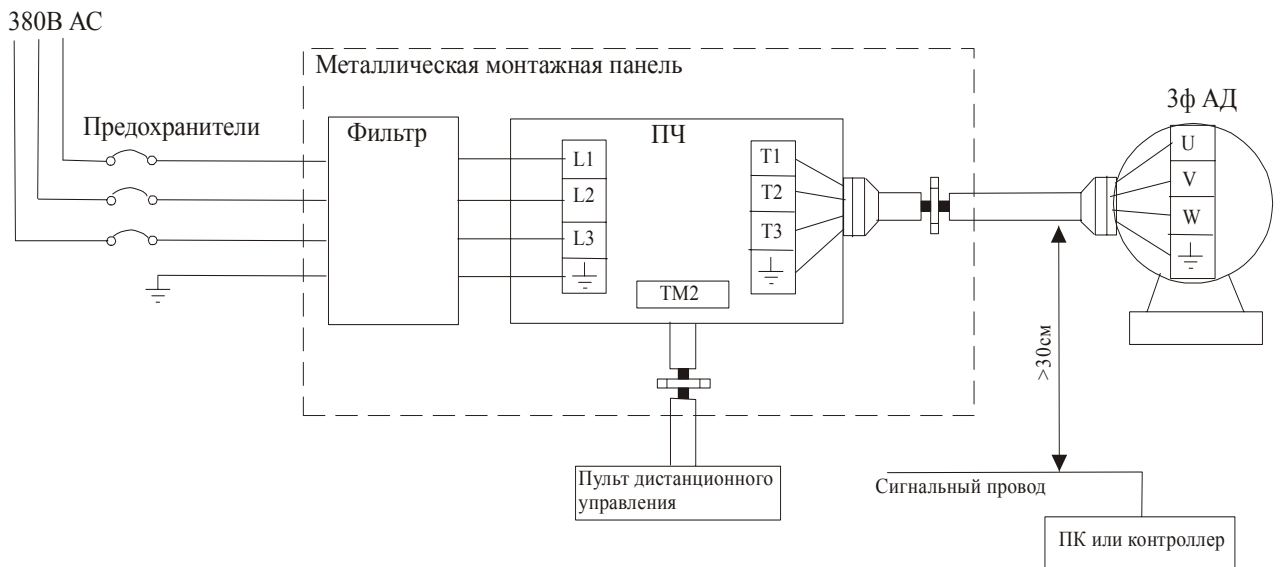

Рис. 5
2. В случае, если требуется обеспечить соответствие привода строгим стандартам по излучению (например, если преобразователь располагается в жилом или офисном помещении, или рядом с ними - в подвале жилого дома), таким как EN50081-1 или EN50081-2, и в тех случаях, когда рядом располагается чувствительное радиоприемное или электронное оборудование с плохой электромагнитной защитой, следует выполнять полный комплекс мер по обеспечению электромагнитной совместимости (см. рис. 5):
- для соединения ПЧ с двигателем необходимо применять экранированный кабель или кабель, проложенный в металлической трубе или металлорукаве. Экран должен заземляться путем прижатия экрана металлическими хомутами к монтажной панели (см. рис. 5).